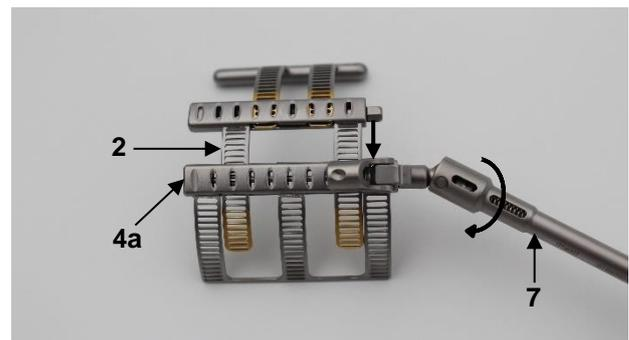

Abb. 4
Zuerst das primäre Element (2) mithilfe des geeigneten Schraubendrehers (7) vollständig einfahren. Hierfür den Transportmechanismus an dem Kastenmodul des Basiselements (4a) mithilfe des Schraubendrehers (7) gegen den Uhrzeigersinn drehen (Abb. 4).